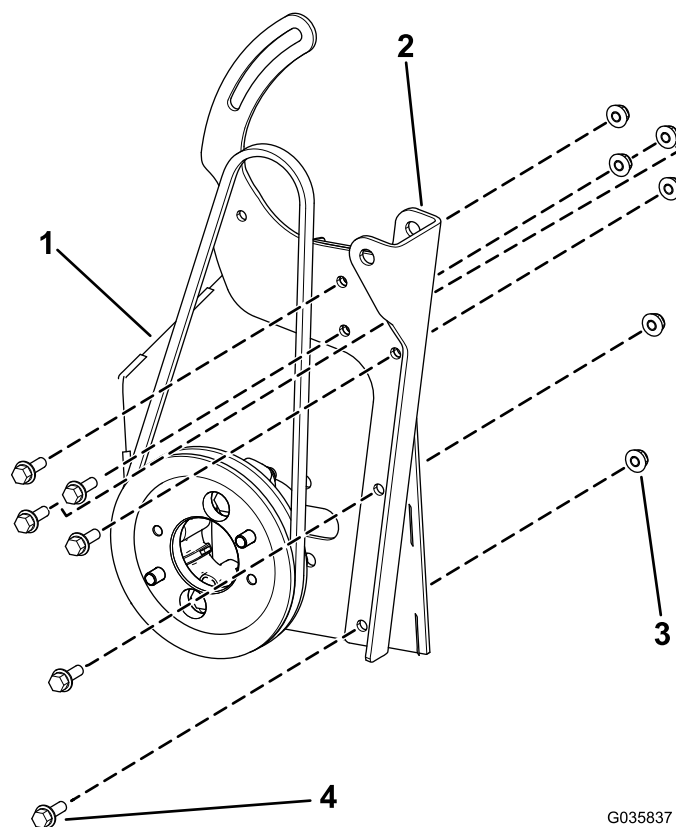

Figura 10
2. Montate la staffa dell'alternatore sulla pompa idraulica con le 6 viti flangiate a testa esagonale (1/4 x 3/4 poll.) e 6 dadi flangiati (1/4 poll.) come illustrato nella Figura 10.